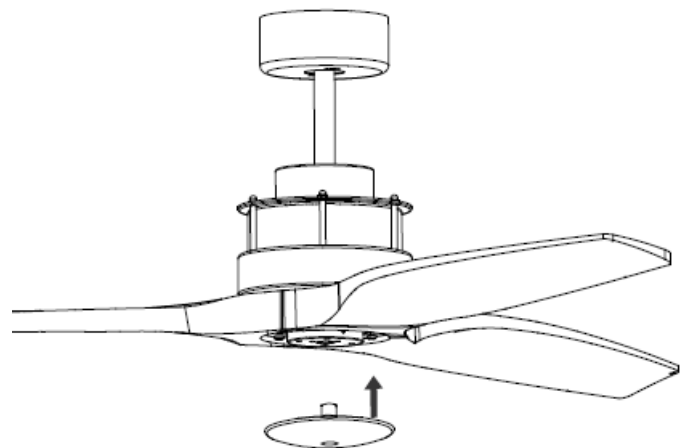

Fig. 11
3. Por último, instale la tapa inferior en el eje girándola en el sentido de las agujas del reloj. **Fig. 11**